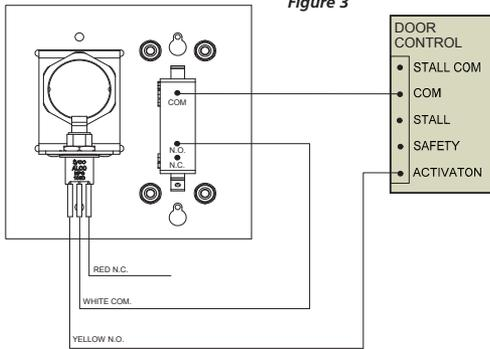

Figure 3
3. Câblez la plaque combo pour son utilisation prévue. L'interrupteur à clé peut être câblé pour faire basculer l'interrupteur de la plaque de poussée ON et OFF (Figure 3) ou les deux interrupteurs peuvent être câblés pour une utilisation indépendante.